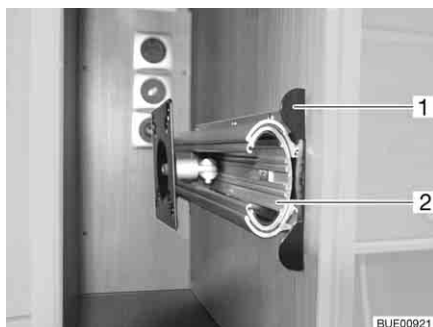

Bild 72 Fäste i TV-skåp
- Tryck in låslistan (Bild 72,1).
- Drag ut utdragsanordningen (Bild 72,2) till stoppläget.
- Skjut in utdragsanordningen (Bild 72,2), tills låslistan (Bild 72,1) hakar i.